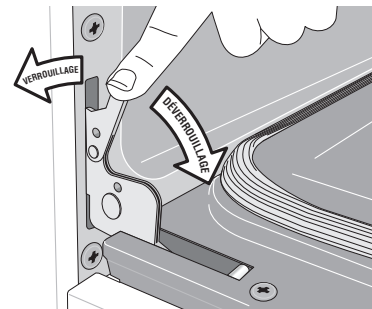

Figure 44 : Verrous de charnière de porte
2. Abaissez complètement les verrous des charnières de gauche et de droite du cadre de la cuisinière vers la porte du four (Figure 44). Vous pourriez avoir besoin d'un petit tournevis à tête plate.
4. Poussez les verrous des charnières de droite et de gauche vers le haut et dans le cadre du four jusqu'à ce qu'ils soient en position verrouillée (Figure 44).